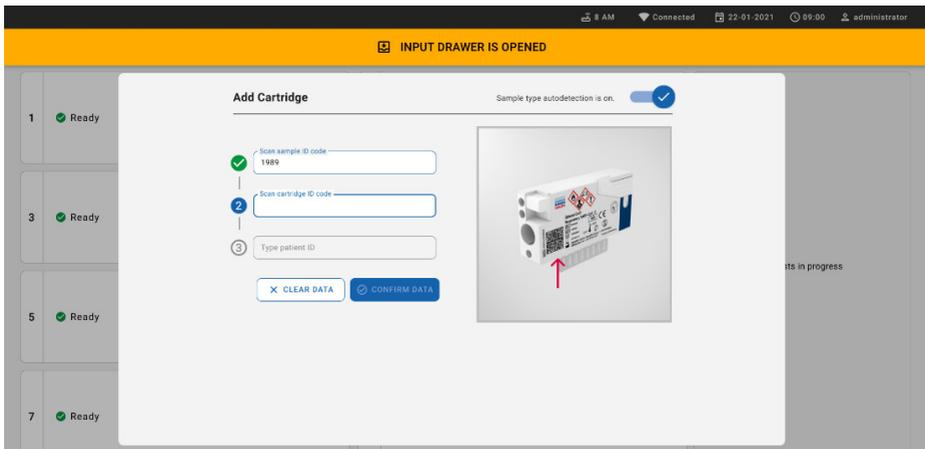

Figura 57. Tela Scan cartridge ID (Ler o ID do cartucho).
8. Depois de inserir o código de barras de ID da amostra, efetue a leitura do código de barras do QIAstat-Dx Respiratory SARS-CoV-2 Panel Cartridge a ser usado (posição indicada pela seta). O QIAstat-Dx Rise reconhece automaticamente o ensaio a ser executado com base no código de barras do QIAstat-Dx Respiratory SARS-CoV-2 Panel Cartridge (Figura 57).